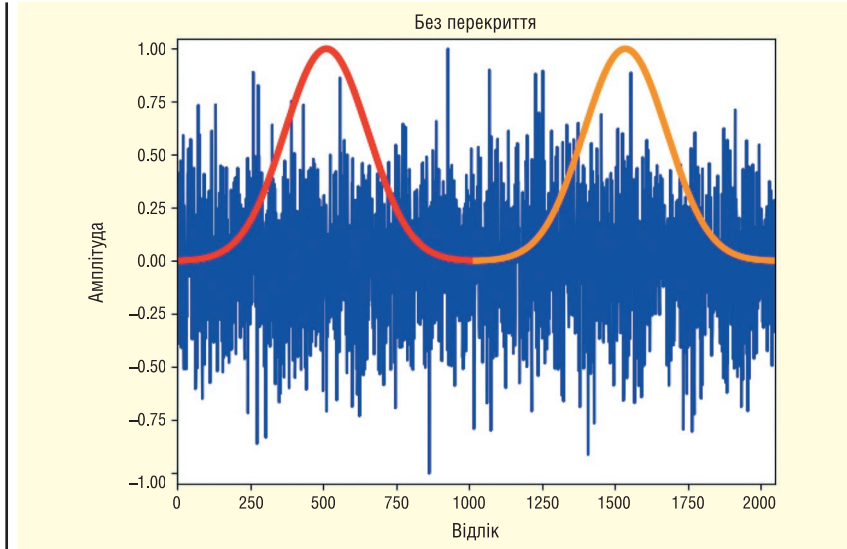

Рис. 8. У цьому випадку дискретизований сигнал охоплює два 1024-точкові часові записи і заповнює принаймні одне з вікон
- випадок 1: 1024-точковий часовий запис, 1024-точкове вікно і нульове перекриття (рис. 8);